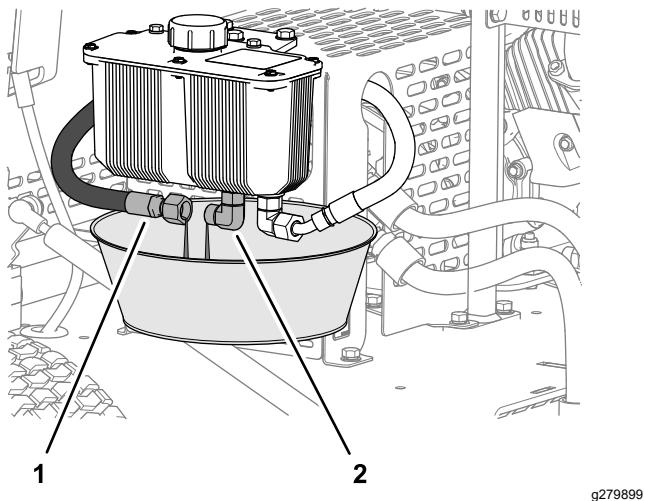

Figura 36
1. Allineate una bacinella con capacità di 2 litri sotto il serbatoio idraulico (Figura 36).
3. Rimuovete il flessibile idraulico di mandata dal raccordo del serbatoio e lasciate spurgare completamente il fluido idraulico (Figura 36).